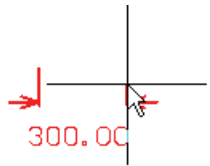

图 10-19 线性尺寸标注
(3) 设置好尺寸标注属性后,将光标移动到被测图件的起点单击确认。然后移动光标,在光标的移动过程中,标注线上显示的尺寸会随着光标的移动而变化,在尺寸的终点处单击,即可完成了一次放置尺寸标注的操作。如图 10-19 所示。